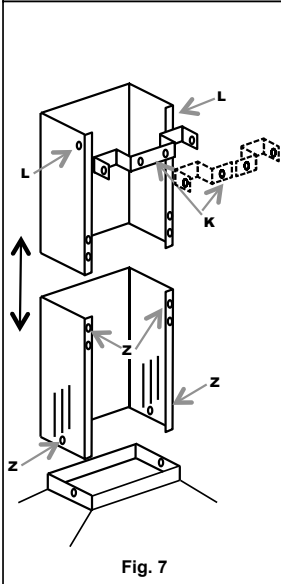

Fig. 7
- **MONTERING AF RØRKAPPE (fig. 7):**